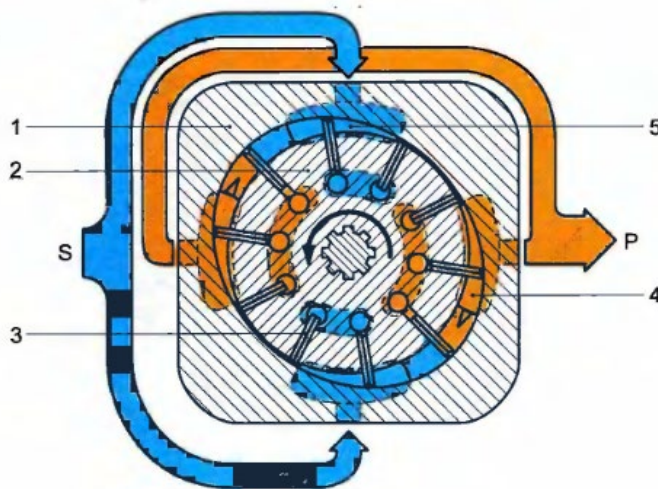

Рис. 1. Пластинчатый насос
1. Установите правильную последовательность этапов работы пластинчатого насоса (рис. 1).